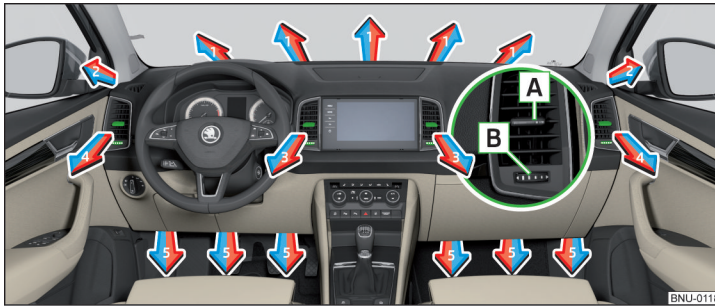
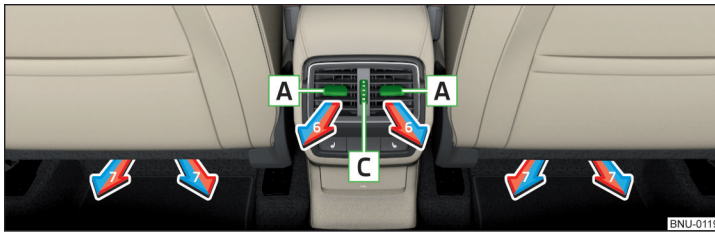

Abb. 160 Luftaustrittsdüsen
Abb. 161 Luftaustrittsdüsen hinten
Bei den Luftaustrittsdüsen 3, 4 » Abb. 160 und 6 » Abb. 161 kann die Luftströmungsrichtung geändert und die Düsen können auch einzeln geöffnet und geschlossen werden.
Die Einstellung der Luftstromrichtung erfolgt durch das Verschieben des Verstellelements **A** » Abb. 160 bzw. » Abb. 161 in gewünschter Richtung.
- › Den Regler **B** » Abb. 160 nach rechts drehen.
- › Den Regler **C** » Abb. 161 nach oben drehen.
- › Den Regler **B** » Abb. 160 nach links drehen.
- › Den Regler **C** » Abb. 161 nach unten drehen.
Richtung des Luftaustritts einstellen	Luftaustrittsdüsen » Abb. 160 und » Abb. 161